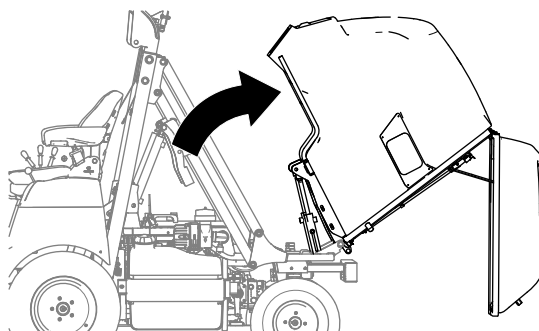

Figura 56
2. Pivotați manual buncărul în sus i înapoi (Figura 56).